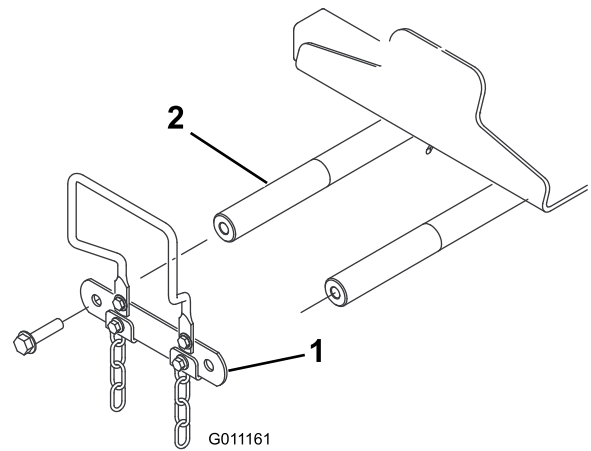

Figura 8
4. En la parte delantera de la máquina, retire los 2 tornillos de caperuza con arandela prensada (1/2" x 2") que fijan el tirante del eje pivotante a los ejes pivotantes del brazo de elevación y retire el tirante (Figura 8)